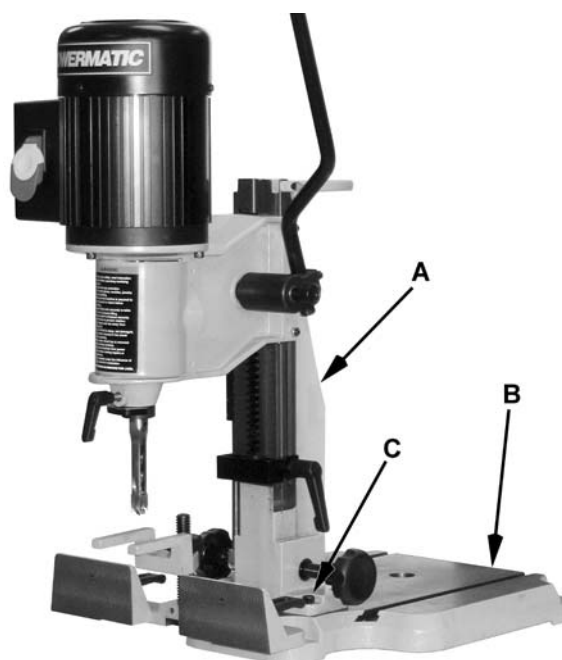

Figure 15
En vous référant à la figure 15 :
1. À l'aide d'une clé hexagonale de 4 mm, déposez les quatre vis, les *rondelles de blocage* et les *rondelles plates* (C)
- Remarque** : une seule vis est visible sur la Figure 15.
2. Faites pivoter la colonne (A) à 180°.